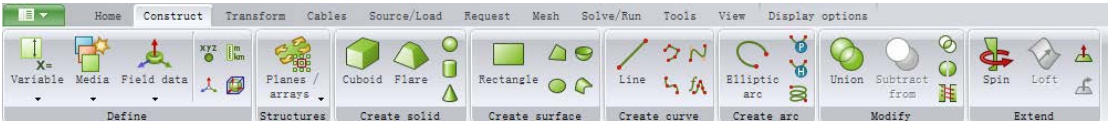

图 3-15 “Construct” 菜单中的各按钮
① 可以导入的 CAD 格式。
② 可以导入的网格模型格式。
3) “Construct” 菜单中的按钮如图 3-15 所示，具体说明见表 3-2。